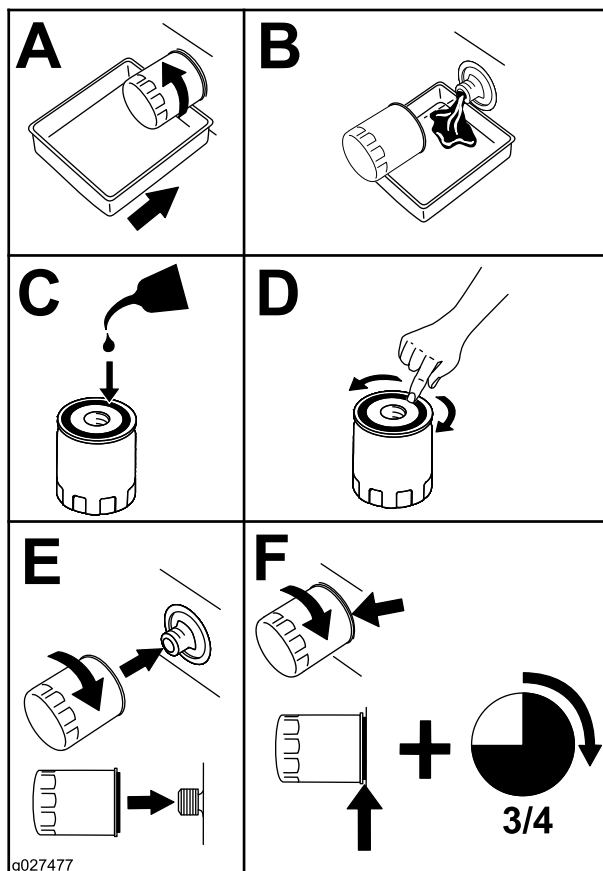

Figura 59
2. Substitua o filtro do óleo do motor (Figura 59).